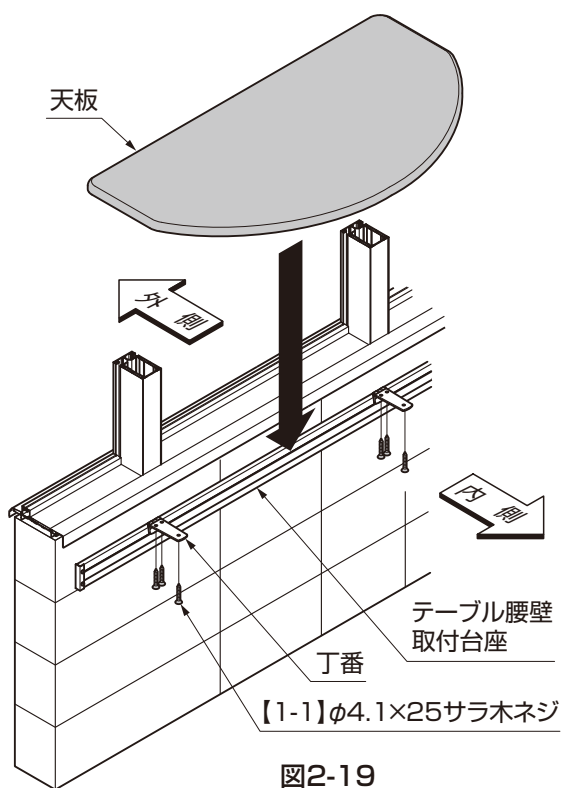
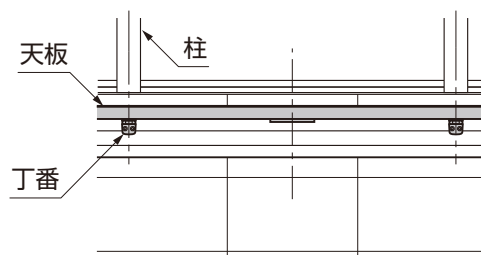

図2-19
図2-20
⑥ 天板を丁番に【1-1】で取付けてください。(図2-19、図2-20参照)
- 天板の取付け位置は、柱間の真中と天板の真中を合わせて取付けてください。(図2-20参照)